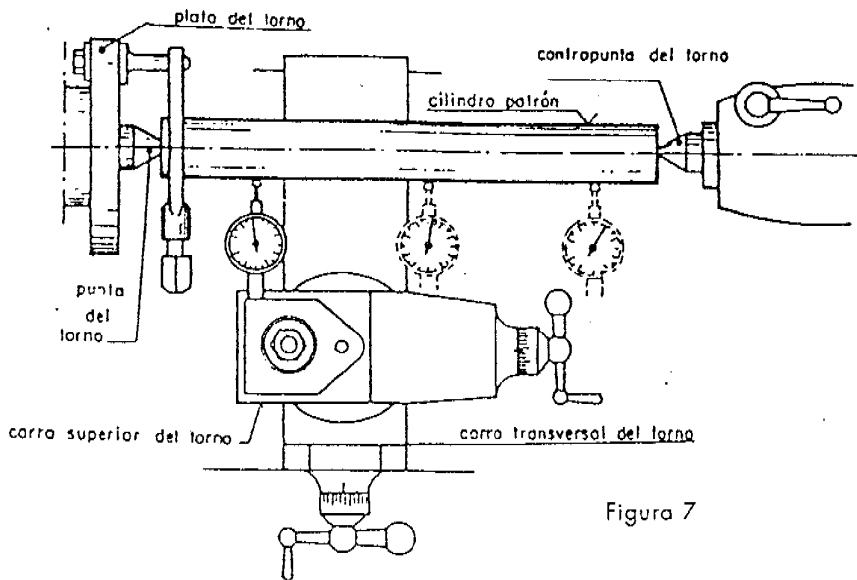

Figura 7
4. Verificación del alineamiento de las puntas de un torno ( Figura 7 ).